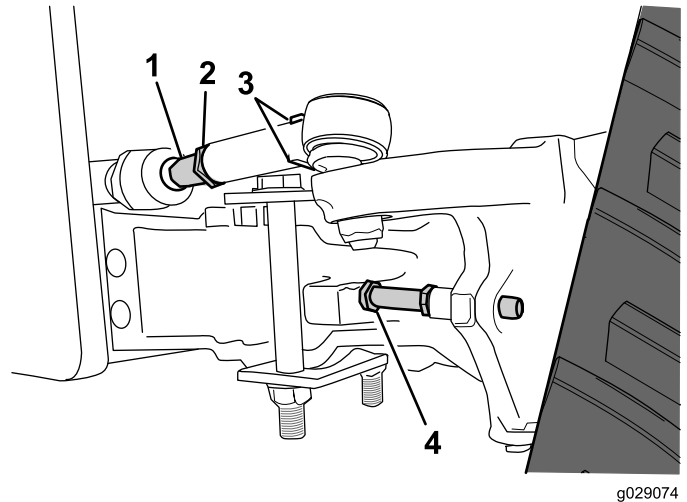

Figura 21
1. Coloque una llave en las superficies planas de la terminal de tracción (Figura 21).
2. Utilice una segunda llave para aflojar la tuerca de bloqueo (Figura 21).
3. Mueva la segunda llave a las superficies planas del ajustador roscado (Figura 21) y gire el ajustador roscado hacia adentro o hacia afuera hasta que las orugas queden aproximadamente paralelas.
5. Ajuste el limitador de dirección (Figura 21) según sea necesario para evitar que la oruga interfiera en la máquina.